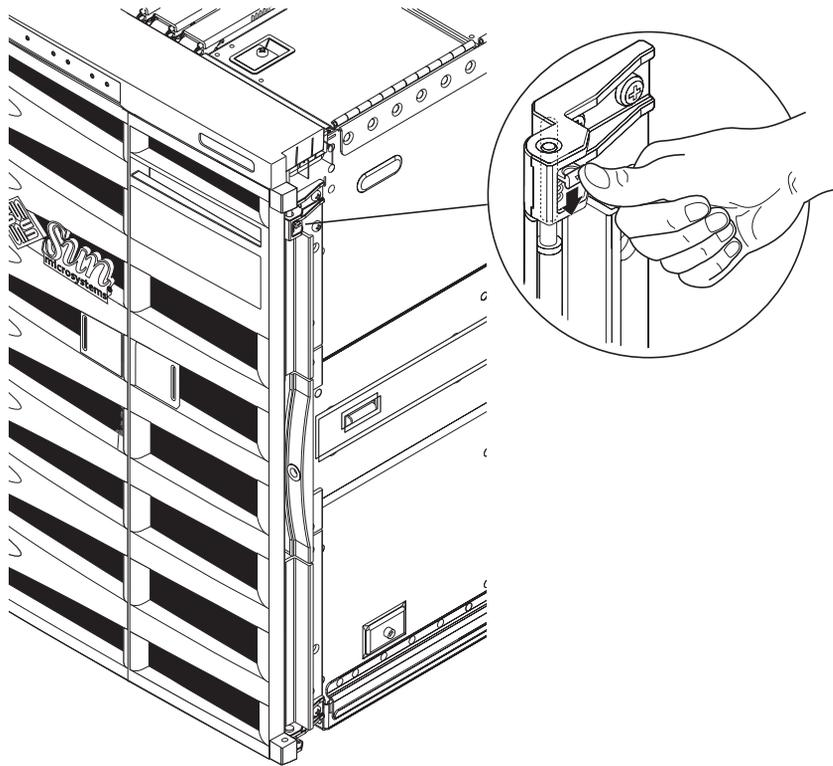

FIGURE 1-8 Dégagement des charnières de la porte
1. Retirez les portes du panneau avant (voir FIGURE 1-8).